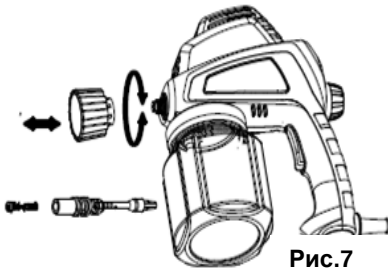

Рис.7
3. Снимите бак и всасывающую трубку с фильтром. (Рис.7).